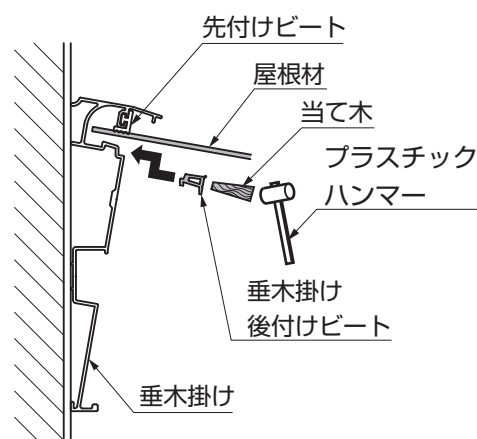

図11-4
- ④垂木掛け後付けビートを、垂木掛けに差込んでください。(図11-4参照)